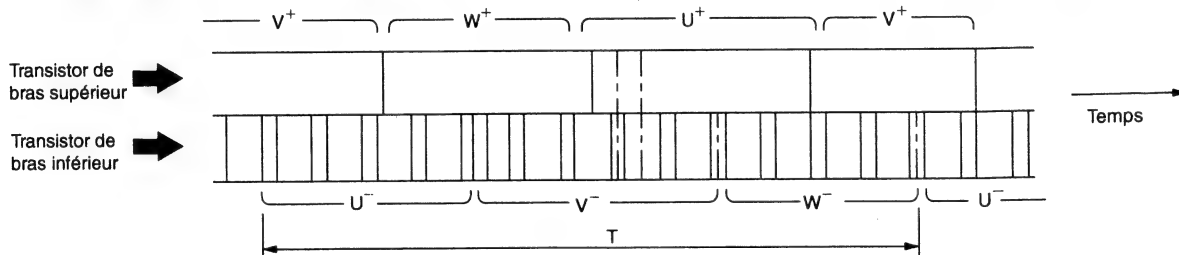

Fig. 13-2
- Suivant un procédé identique à la régulation de vitesse de compresseur, la vitesse du moteur de ventilateur extérieur à courant continu est régulée par commutation de l'intensité appliquée en fonction de la vitesse de rotation du rotor d'axe magnétique de moteur de ventilateur : l'ordre de commutation est indiqué sur la Fig. 13-2.
- La Fig. 13-2 représente la période de commutation de durée T et le rapport avec la vitesse de rotation de ventilateur est représenté par la formule suivante:
- La Fig. 13-2 représente la forme d'onde de tension mesurée au point A (phase U). (Les phases V et W sont identiques) La forme d'onde de tension de chaque phase peut être observée à la borne d'anode de D904~D906.